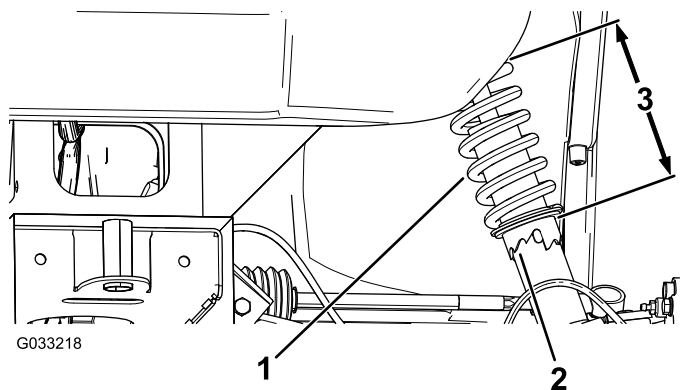

Figure 54
2. Si le carrossage des roues n'est pas correct, utilisez la clé à ergots pour tourner le collet sur l'amortisseur et orienter la roue correctement (Figure 54).